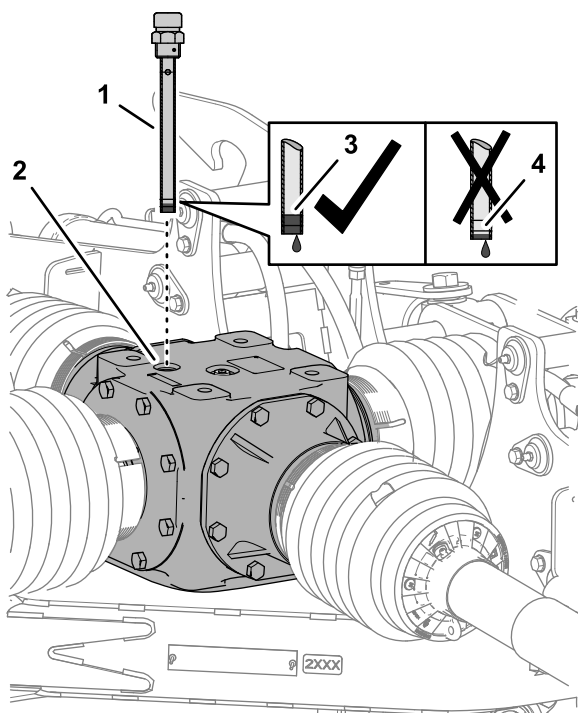
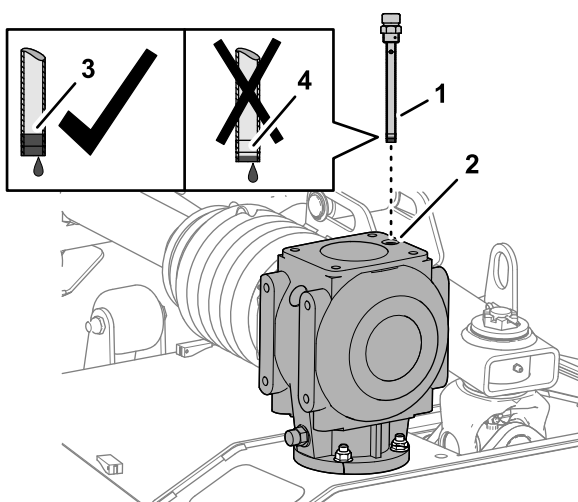

Figura 57
Figura 58
1. Retire a vareta da porta da vareta na parte de cima da caixa de velocidades central (Figura 57 ou Figura 58).
2. Verifique o nível do fluido indicado na vareta (Figura 57 ou Figura 58).
4. Enrosque a vareta na porta de enchimento e aperte a vareta (Figura 57 ou Figura 58).